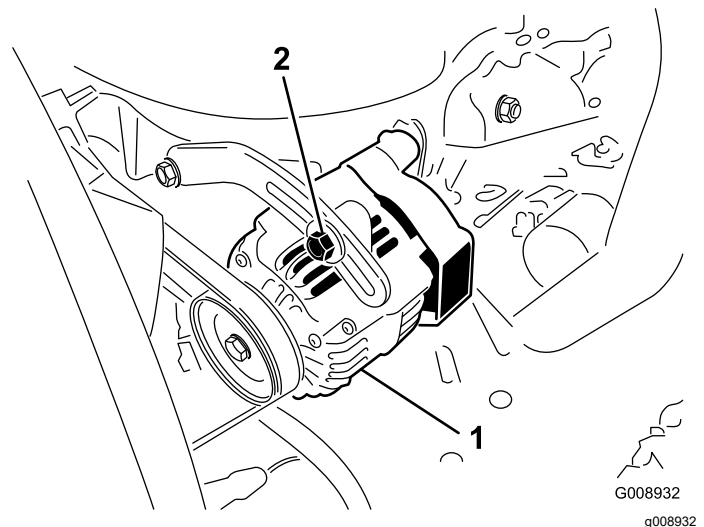

Figura 78
Compruebe la condición y la tensión de las correas (Figura 78) cada 100 horas de operación.
2. Si la desviación no es de 10 mm, afloje los pernos de montaje del alternador (Figura 78).